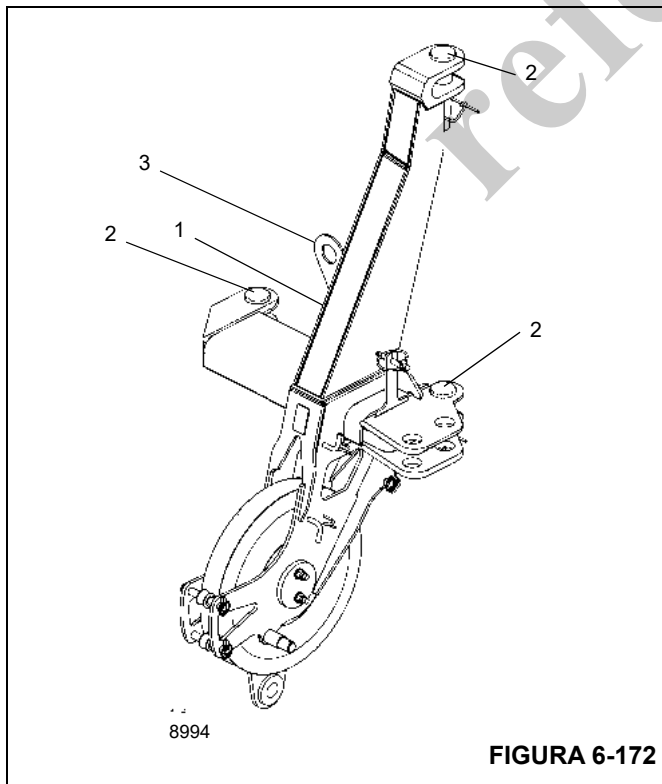

FIGURA 6-172
El número de serie (1), (Figura 6-172), está en una placa en la parte derecha de la punta de la pluma de polea única auxiliar.
1. Retire las pinzas de retención de los pasadores (2), (Figura 6-172), y retire los pasadores de las orejetas de fijación (Figura 6-172).
2. Use una grúa auxiliar conectada a los ojales de elevación (3), (Figura 6-172), en la punta de pluma auxiliar y levántela hacia la parte frontal sobre la cabeza de pluma principal.